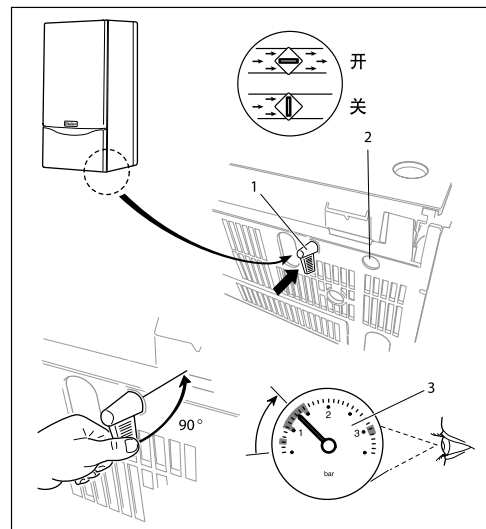

图 4.5 设备注水
4.3.3 设备注水 (参见图 4.5)
注水方法: 将随炉配送的一把注水钥匙插入壁挂炉下部补水阀的槽口内 (1), 逆时针旋转 90 度打开补水阀门, 同时注意观察系统压力表直到系统压力恢复到 1.2–1.5bar 然后再顺时针旋转 90 度关闭补水阀。图 4.5 所示位置是关闭状态, 逆时针旋转 90 度即打开。